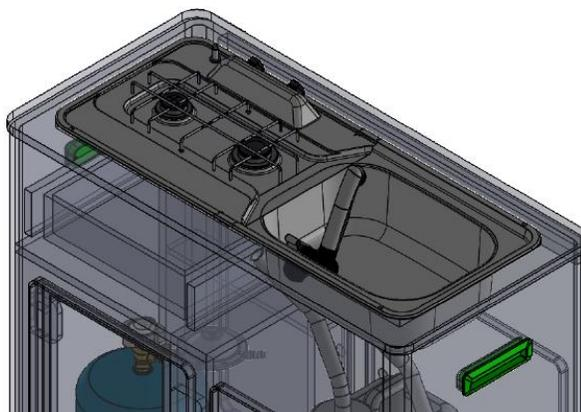

Fig. 19
- L'ouverture du robinet met automatiquement en marche la pompe à eau et pompe l'eau dans le robinet (**Fig. 19**). Le réservoir d'eaux usées collecte les eaux usées.